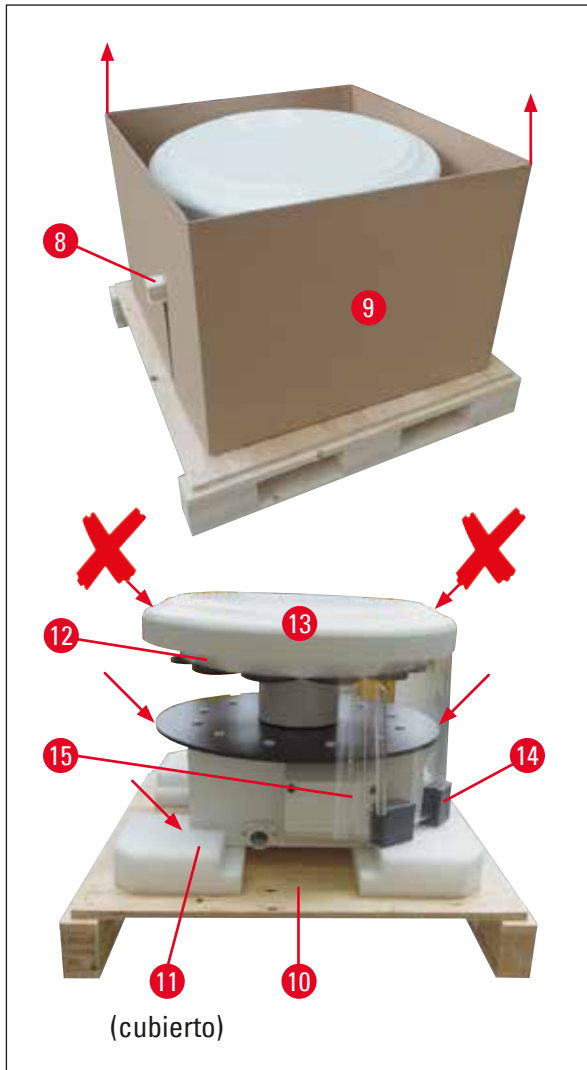

Fig. 11
- ¡Para elevar el equipo (con 2 personas), asirlo de la plataforma de contenedores de reactivos o de la parte inferior de la carcasa (véase la figura inferior (→ Fig. 11), (→ Fig. 11)) y alzarlo de la placa base (→ Fig. 11-10).